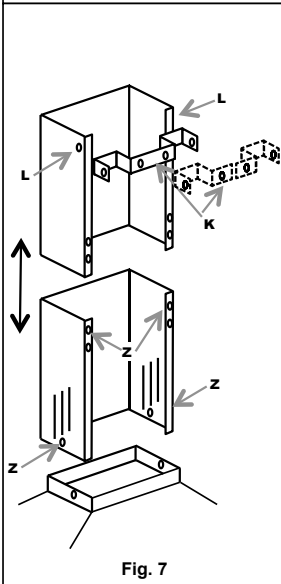

Fig. 7
- **SKORSTENSMONTERING (fig. 7):**